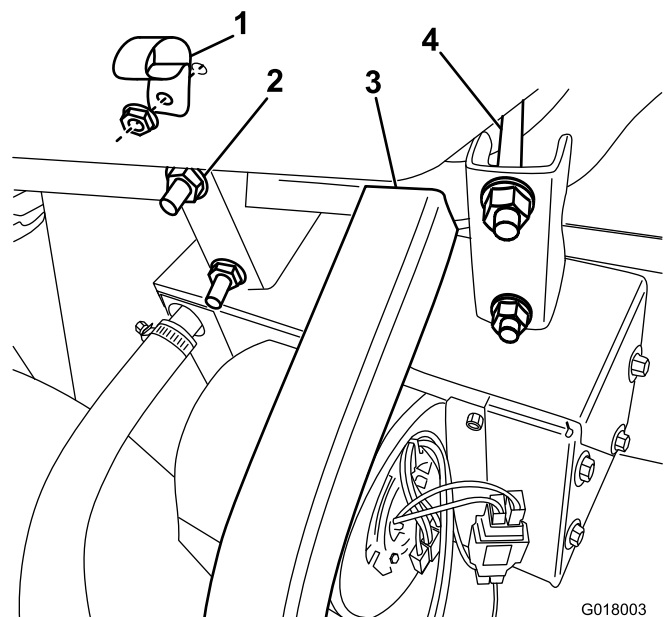

図 22
3. ヒーターとブラケットのアセンブリを、前フレームチューブに取り付けるボルトとフランジナットキットの付属品を使用し、Uフレームに軽く押し当てる程度に固定する 図 22。
4. グローブボックスに R クランプを取り付けるフランジヘッドボルトとナットを使用する 図 22。